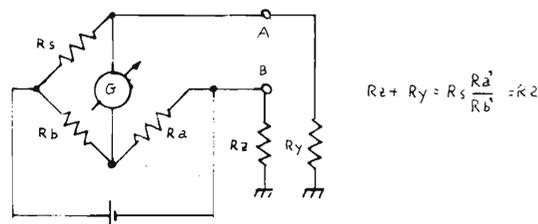

figura 2
2. Terra da controllare (z) in serie all'altra delle due terre ausiliarie (y) (figura 2).